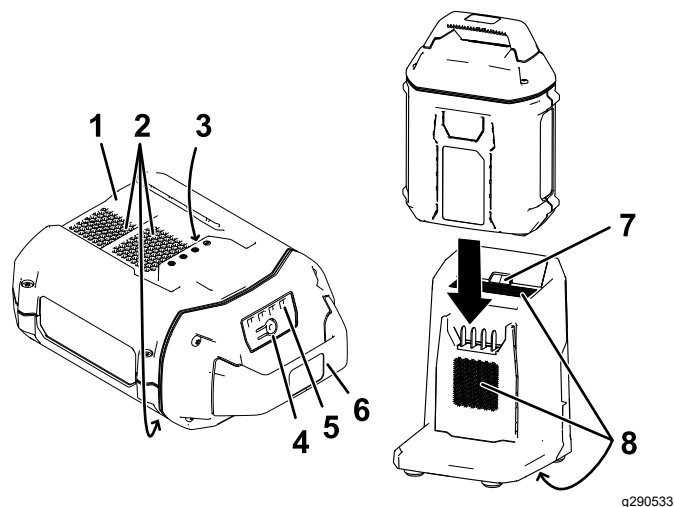

Figura 16
2. Alinhe a cavidade na bateria (Figura 16) com o ressalto no carregador.
3. Deslize a bateria para o carregador até que fique totalmente encaixada (Figura 16).